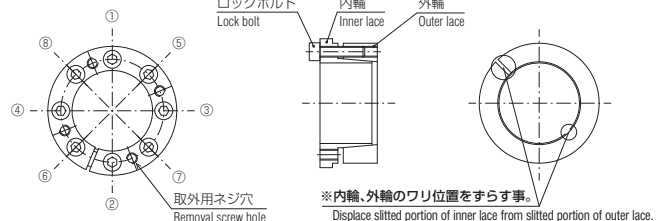

図8 Fig.6
- 調整後、ロックボルトを対角線の順にそれぞれ所定トルクの約1/4にて均等に締め付け、徐々に締め付け力を増して締め付けて下さい。(図8)
After the adjustment, fasten the lock bolts diagonally and uniformly starting at 25% or so of the recommended tightening torque with gradual increase (Fig. 8).